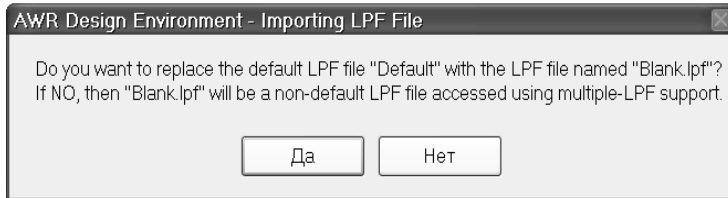

Рис. 5.69
3. Щёлкните правой кнопкой мышки по **Layer Setup** и выберите **Import Process Definition** или выберите в меню **Project>Process Library>Import LPF**. В открывшемся окне импорта найдите файл **Blank.lpf** (находится в корневом каталоге программы) и откройте его. В открывшемся окне предупреждения (рис. 5.69) нажмите **Да**.